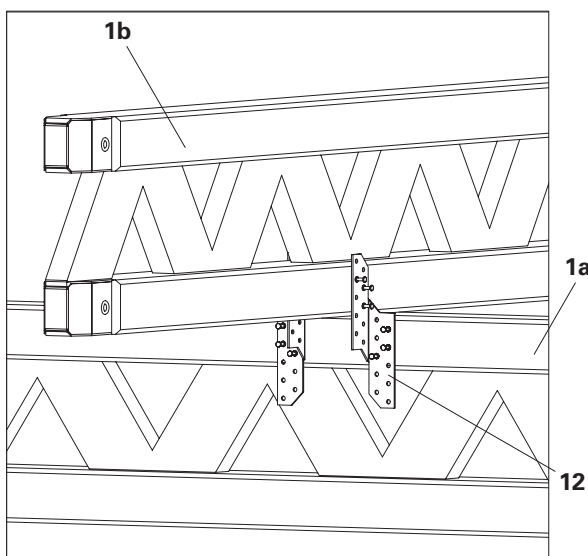
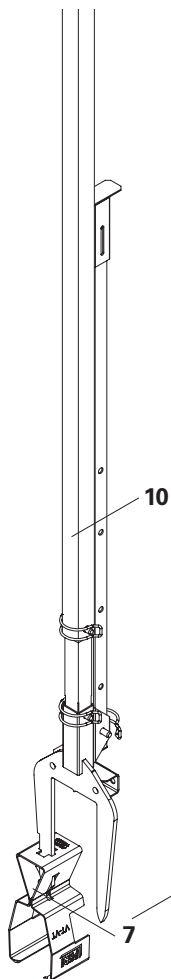

Fig. A4.09
Fig. A4.10
(Fig. A4.09)
1. Con la dima distanziatrice MF-Plus (10) allargare la staffa di fissaggio Flexclip (7). (Fig. A4.09)
3. Portare verso il basso la dima distanziatrice ed estrarla dalla Flexclip (7).
4. La staffa di fissaggio Flexclip (7) si chiude e la trave di orditura secondaria è bloccata. (Fig. A4.10)